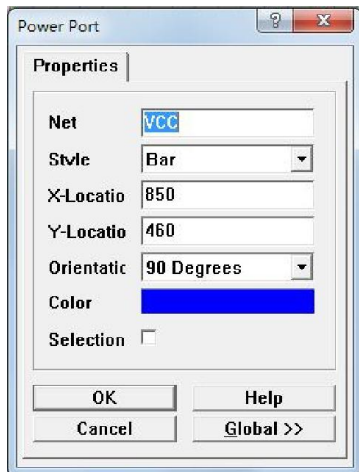

图 4.35 Power Port 属性对话框
(1) 执行放置电源命令，有两种方法：
① 执行菜单命令 Place/Power Port。
② 用鼠标左键单击 Wiring 工具栏中的  按钮。
(2) 此时，在工作平面上出现带着电源的“十”字光标，单击鼠标即可将电源放置在指定位置。
(3) 双击电源，弹出 Power Port 属性对话框，如图 4.35 所示。